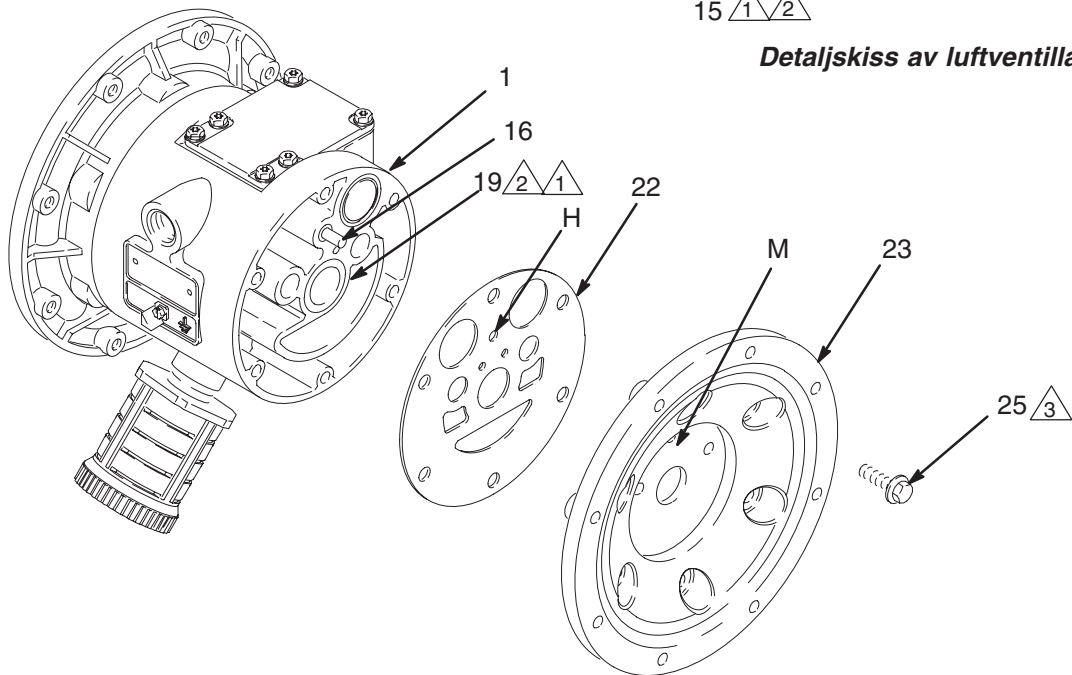

Fig. 15
5. Skruva med en 10 mm hylsnyckel bort skruvarna (25) som håller fast luftlocket (23) på mittsektionen (1). Se Fig. 15.
6. Ta bort luftlockpackningarna (22). Montera alltid nya packningar.
7. Ta bort membranstånglagren (19), luftventillagren (12) eller styrtiftlagren (15) med en avdragare. Demontera inte oskadade lager.
1. Montera u-cuptätningarna (402*) om de tagits bort. Vänd läpparna **ut** ur huset (1).
2. Lagren (12, 15 och 19) är koniska och kan bara vändas åt ett håll. Sätt i lagren i mittsektionen (1) med **konade änden först**. Pressa lagret på plats med en press eller med block och gummiklubba så att det ligger jäms med kanten på mittsektionen.
4. Passa in den nya luftlockpackningen (22) så att styrtiftet (16) som sticker ut ur mittsektionen (1) går genom rätt hål (H) på packningen.
5. Passa in luftlocket (23) så att styrtiftet (16) passar in i mittenhålet (M) av de tre små hålen nära mitten på locket. Skruva i och dra åt skruvarna (25) med handkraft. Applicera medelhållfast (blå) Loctite® eller motsvarande på gängorna på skruvarna (25). Se Fig. 15. Dra åt skruvarna korsvis och jämnt till moment 15–17 N•m med en 10 mm hylsnyckel.